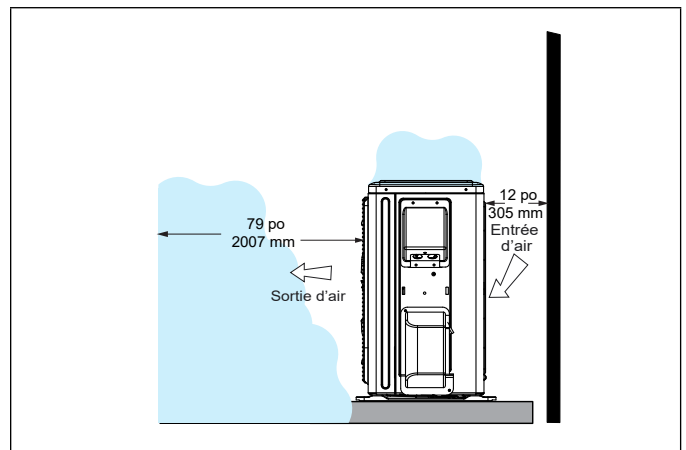

Figure 23. Débit d'air d'une unité extérieure obstruée par de la neige
- Dans certaines régions fortement enneigées, ne pas placer l'unité là où la neige peut s'accumuler comme illustré à la «Figure 23. Débit d'air d'une unité extérieure obstruée par de la neige».